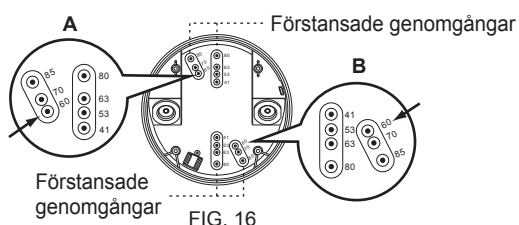

FIG. 16
3.3.4.1 Det finns 7 par genomgångar med olika avstånd från 41 mm till 85 mm på kopplingsdosans bottenlock som kan väljas för olika monteringsätt (se FIG. 16). Välj samma två figurer på båda ändar för motsvarande fixeringsavstånd (se FIG. 17).